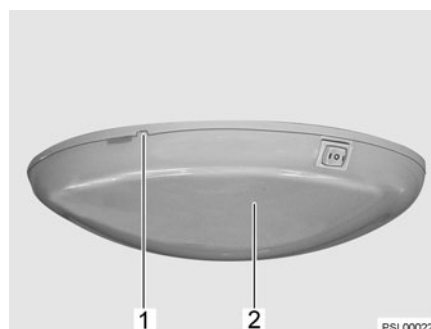

Fig. 228 Lámpara de techo
- Sacar la tapa (Fig. 228,2) con cuidado, haciendo palanca en la muesca (Fig. 228,1) con una herramienta apropiada (p. ej. destornillador) y retirarla.